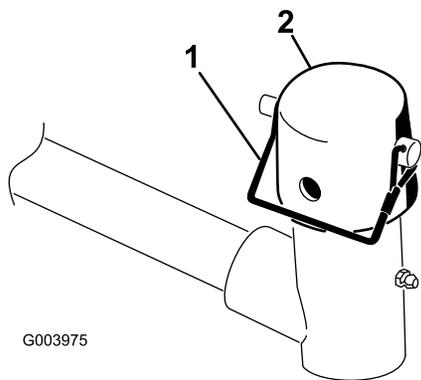

Figura 6
7. Retire o pino de encaixe e tampa da forquilha da articulação do braço de elevação (Figura 6).
Nota: Utilize a ranhura se pretender direcionar a unidade de corte ou utilize o orifício se pretender bloquear a unidade de corte na posição (Figura 6).